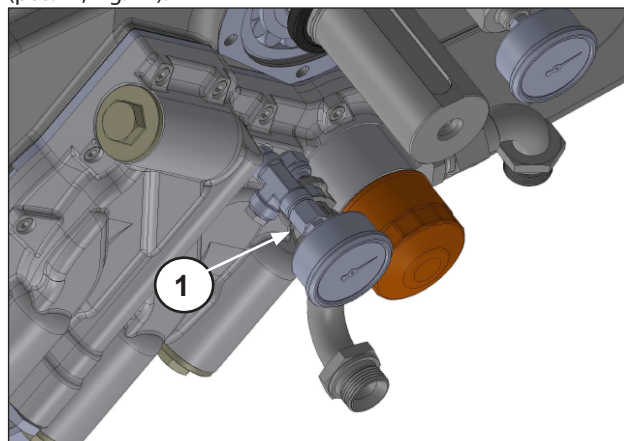

Fig. 14
Svitare e rimuovere il manometro, nipplo, raccordi e tappo (pos. ①, Fig. 14).